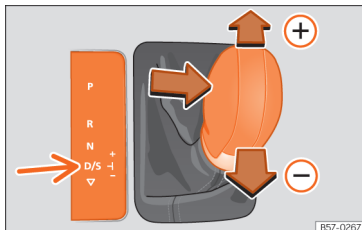

Abb. 216 Hebel in Tiptronic-Stellung.
- Drücken Sie den Hebel nach vorn (+) oder zurück (-), um hoch- oder herunterzuschalten »» Abb. 216.